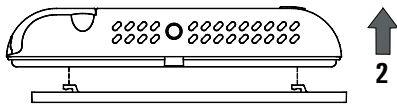

Fig. 1
- 1 Sganciare la piastra a muro innestata sotto la base del cronotermostato come indicato in Fig. 1.